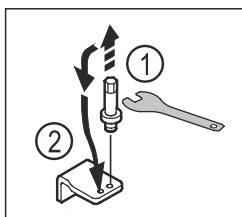

Fig. 22
- ▶ Dévisser l'axe du support de palier inférieur avec une clé mâle coudée pour vis à six pans creux de 5. Fig. 22 (1)
- ▶ Placer l'axe du côté opposé. Fig. 22 (2)